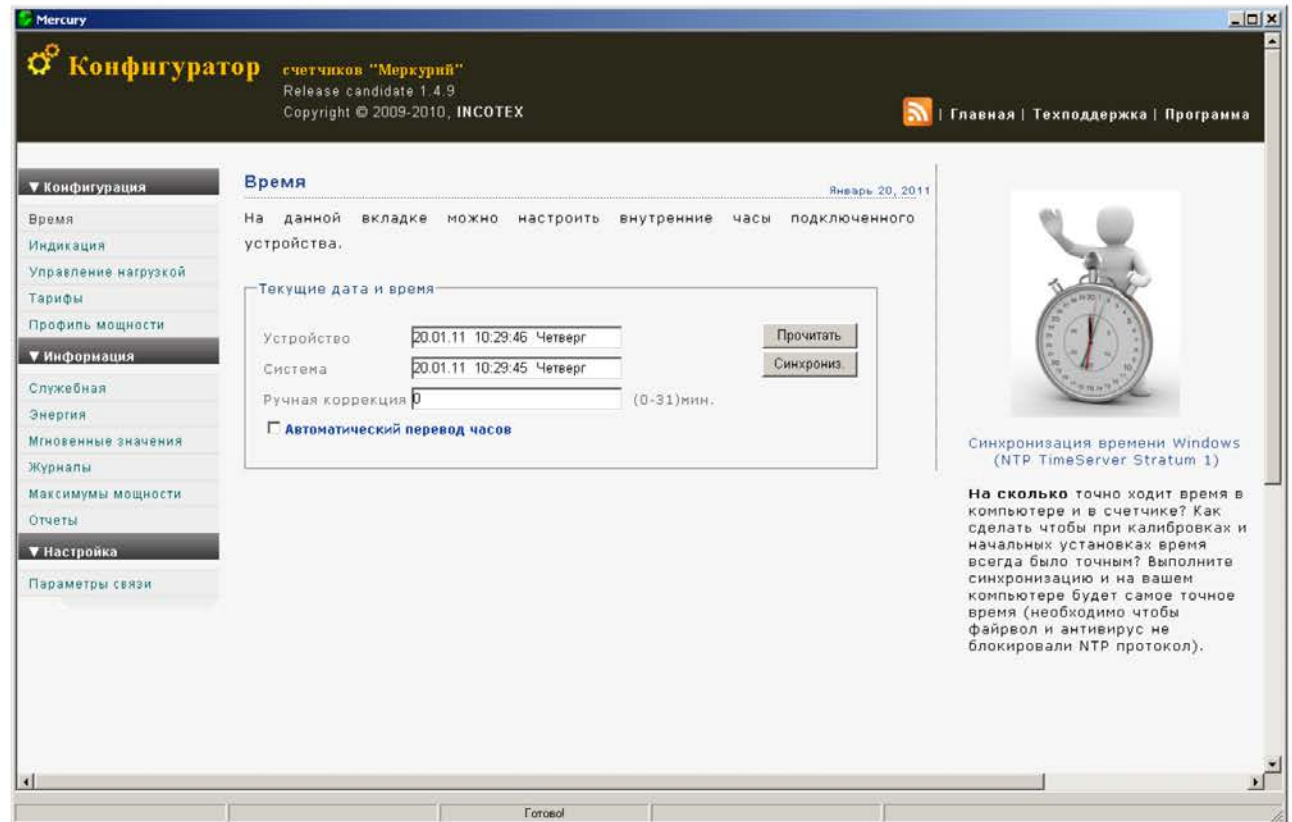
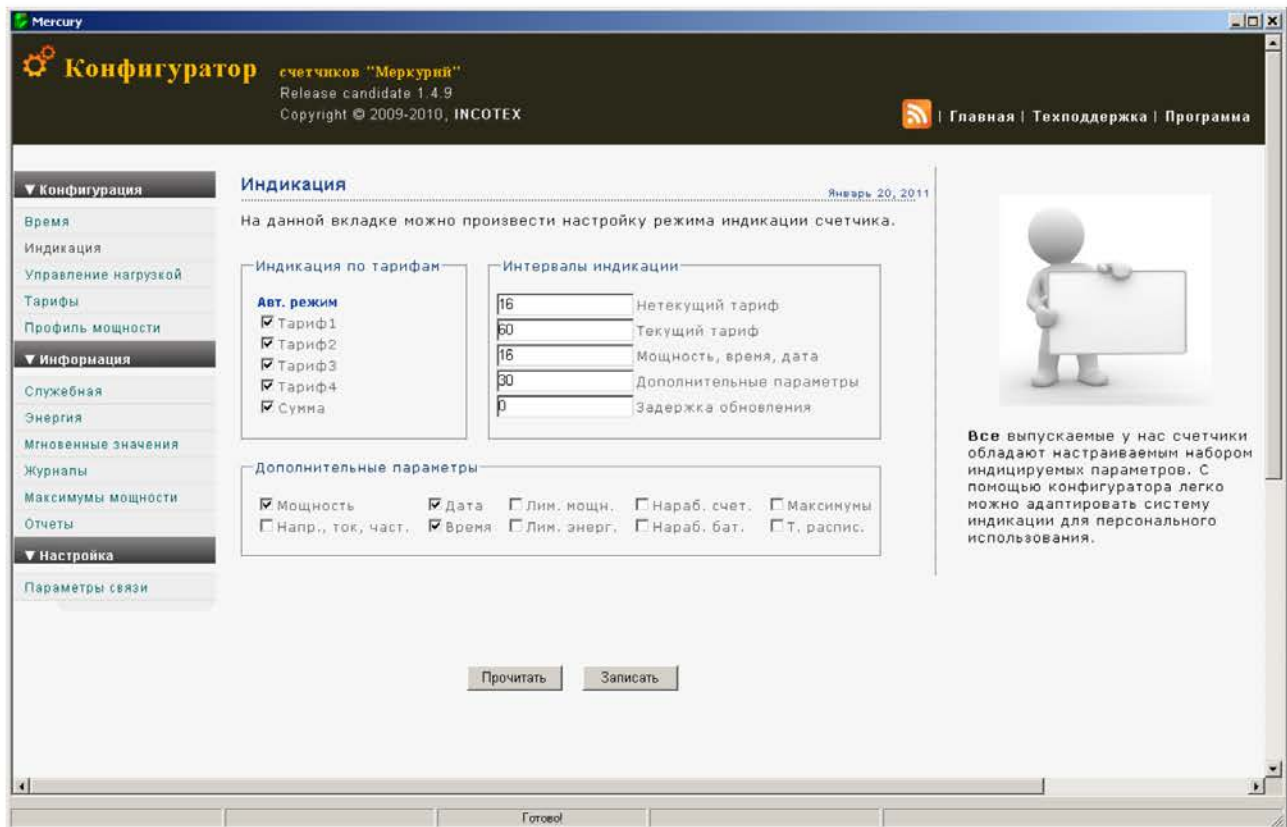
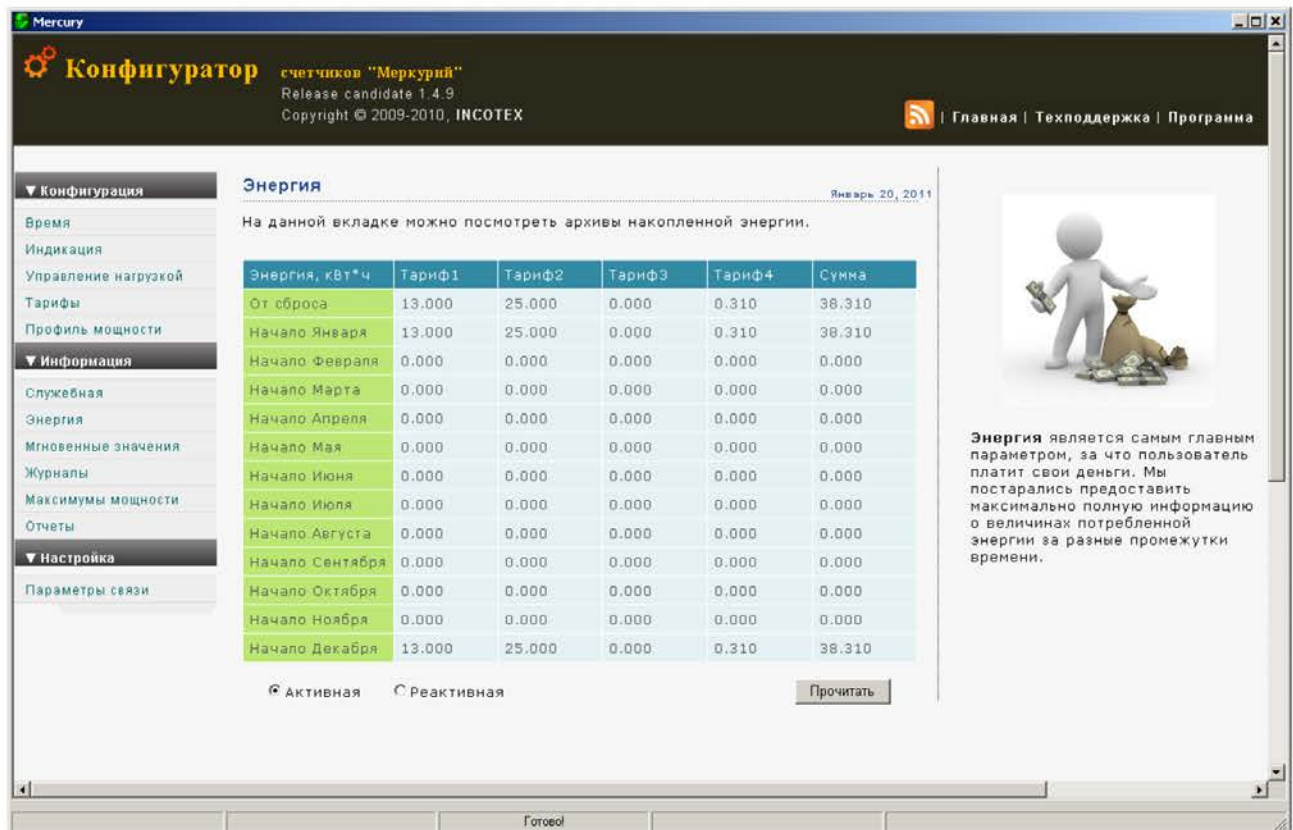

Рис. 22
Рис. 23
Рис. 24
5.2.3 Используя вкладки «Время» (рис. 22), «Индикация» (рис. 23), «Энергия» (рис. 24), «Тарифы» и т.д. и кнопки «Прочитать», «Записать» можно программировать и считывать другую информацию.